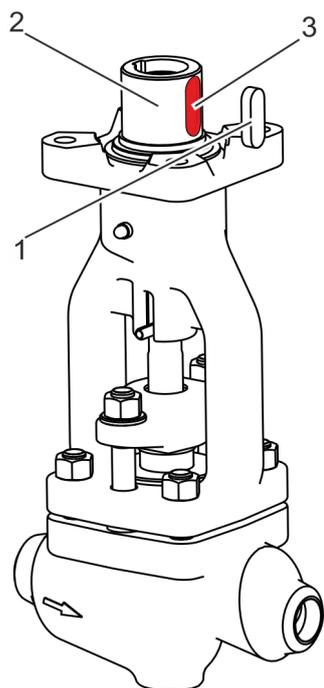

Fig. 37: Colocar la llave
6. → Coloque la llave (Fig. 37/1) en el collar (Fig. 37/2) situado en el collar (Fig. 37/2).